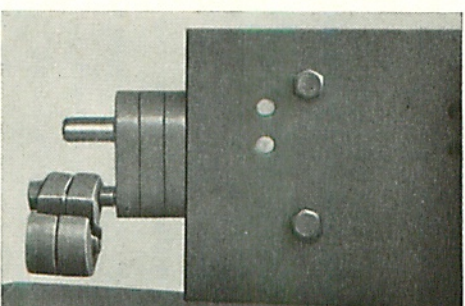

Bild 26
If the normal gap of 2.45" is not necessary or desired, and both time and air should be saved, the desired gap size may be adjusted by means of the slotted discs (Fig. 26) at right bottom of U-beam (16), as follows:
Si, pour des raisons d'économie de temps et d'air comprimé, la course d'ouverture de 62 mm n'est pas nécessaire, il est possible de régler la course désirée au moyen des disques fendus (fig. 26) disposés à droite, sous la traverse en U (16) en procédant comme suit:
Ist die Öffnungshöhe von 62 mm aus Gründen der Zeit- und Luftersparnis nicht notwendig und somit nicht erwünscht, so kann durch die am U-Träger (16) rechts unten angebrachten Schlitzscheiben (Bild 26) die gewünschte Höhe wie folgt eingestellt werden:
Zu beachten ist, daß das Seil mit seinem Nippel im negativen Einpaß der Schlitzscheibe (Bild 26) ruht und der positive Einpaß im Maschinenkörper zentriert wird.
Veiller à ce que le câble avec son raccord soit placé dans l'emboîtement femelle du disque fendu (fig. 26). L'emboîtement mâle doit être centré dans le bâti de la machine.